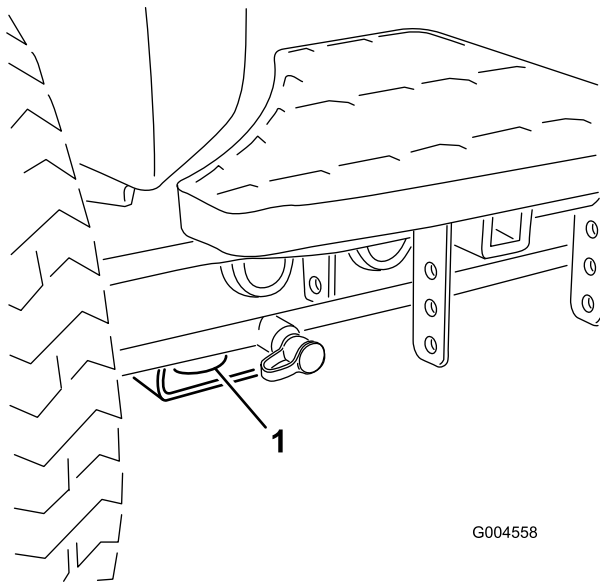
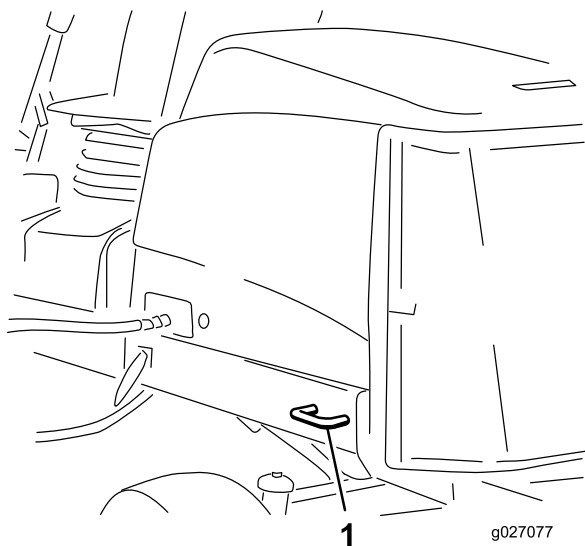

Figura 37
Figura 38
- Dianteira – o orifício na pastilha rectangular, por baixo do tubo do eixo, dentro de cada pneu dianteiro (Figura 37).
- Traseira – cada lado da máquina na estrutura traseira (Figura 38).
5. Utilize os aros de fixação metálicos na máquina para prender firmemente a máquina ao atrelado ou veículo com cintas, correntes, cabo ou cordas (Figura 37 e Figura 38).
- Dianteira – o orifício na pastilha rectangular, por baixo do tubo do eixo, dentro de cada pneu dianteiro (Figura 37)
- Traseira – cada lado da máquina na estrutura traseira (Figura 38)